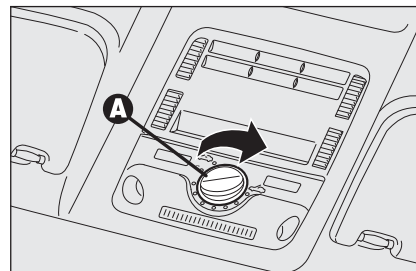

fig. 87
Ruotare il selettore **A-fig. 87**, nel senso indicato dalla freccia. Al rilascio del selettore il tetto si arresta nella posizione in cui si trova.
**AVVERTENZA** La posizione ottimale di comfort a tetto aperto si ottiene ruotando il selettore **A-fig. 87** in corrispondenza della posizione indicata dal simbolo "C".
Ruotare il selettore **A-fig. 87** in senso antiorario.
La movimentazione del tetto tramite pressione del pulsante  sulla chiave elettronica può essere interrotta agendo sul selettore **A-fig. 87** (cambiando posizione o premendo il selettore stesso).